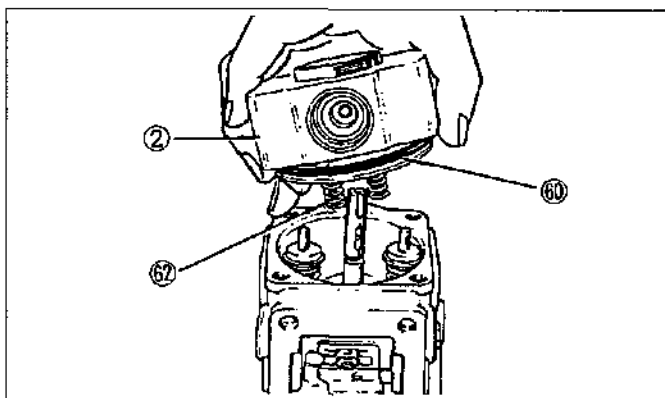

Figura.14-35 Montaje de la cabeza de distribución
2. Asegúrese de que las guías de resorte del émbolo distribuidor 56 estén alineadas e insertadas en los orificios correctos de la cabeza. (Vea la figura.14-35)
- (5) Ponga los pernos de retención de la cabeza en la bomba y apriete al valor adecuado. (1,1 - 1,3 kgm)